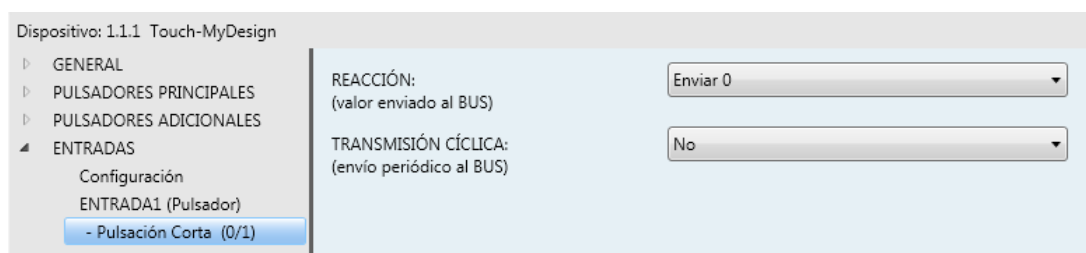

Figura 23 Pulsación corta: 0/1 (Entradas > Pulsador)
- **Control genérico de 1 bit:** al recibirse una pulsación se envía al bus KNX el objeto de comunicación de 1 bit “[Ex] [Puls. Corta] Control genérico de un bit: B” con valor B. El valor deseado de B (0, 1 o una conmutación con cada pulsación) así como la posibilidad de que el envío desencadenado sea periódico se definen en otra pestaña, desplegada al efecto (Figura 23). Por su parte, podrá asociarse una periodicidad diferente a cada valor enviado (“0” y “1”) en caso de un control conmutado. El tiempo de ciclo deberá estar entre 0 (reenvío desactivado) y 255 segundos.